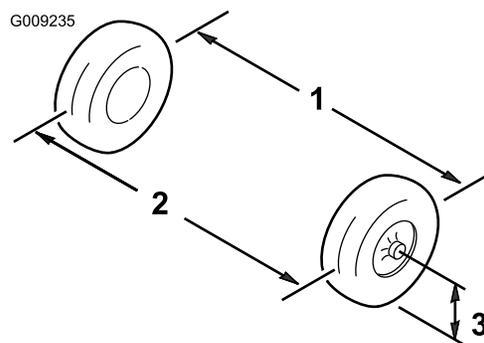

図 52
1. 前輪の前と後ろで、左右のタイヤの中央線間距離を測る計測はアクスルの高さで行う (図 52)。